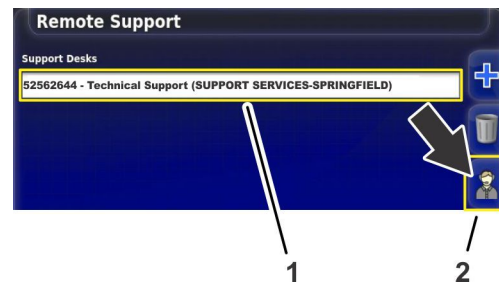

Figura 214
1. Premete l'icona ASSISTENZA per il servizio clienti, memorizzato nell'elenco Assistenza (Figura 214).
2. Premete l'icona RICHIEDI ASSISTENZA (Figura 214).